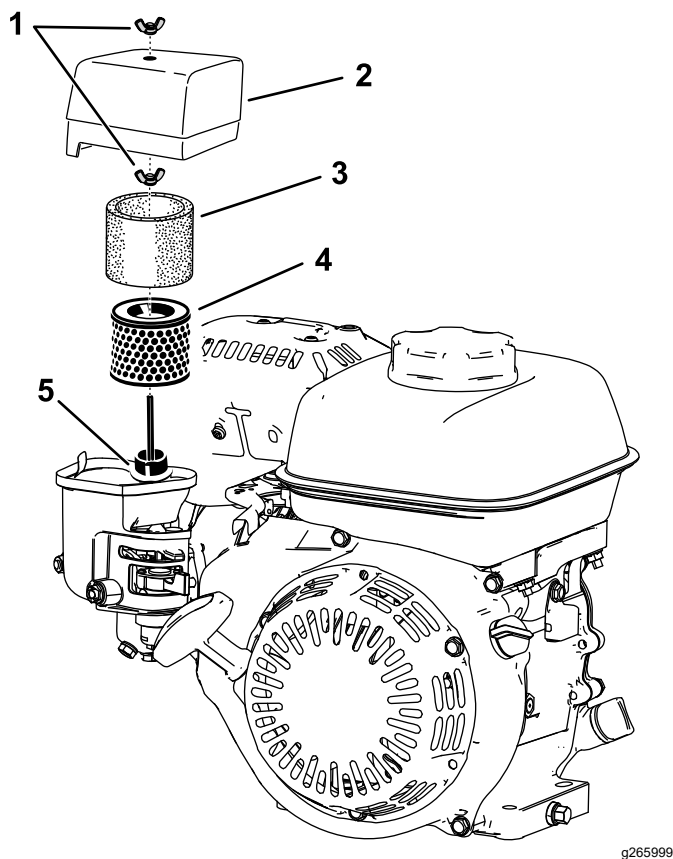

Рисунок 27
2. Отверните барашковую гайку, которая крепит крышку воздухоочистителя (Рисунок 27).